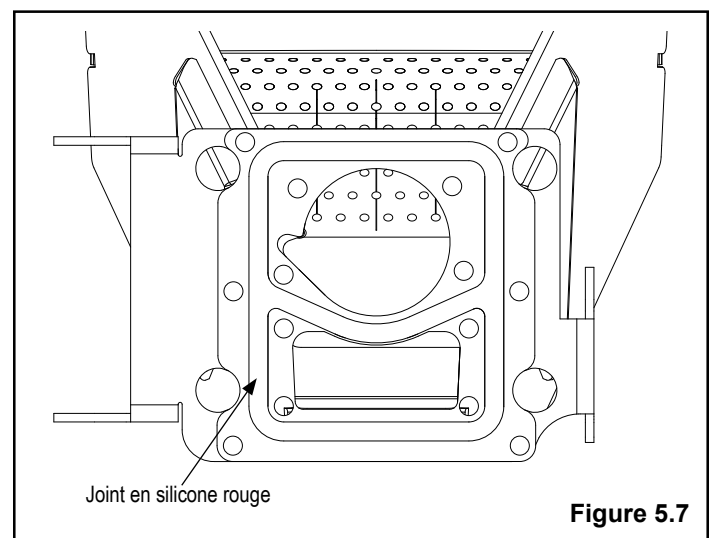

Figure 5.7
1. Inspectez le joint en silicone rouge à l'arrière du pot de combustion pour vous assurer qu'il n'y a aucun dommage ou carbone sur les bords qui puisse entraîner une mauvaise étanchéité. Figure 5.7.